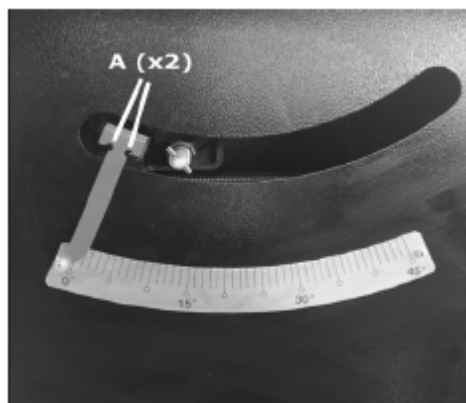

Рис. 34
3. Для регулировки стрелки ослабить винты с крестообразным шлицем (рис. 34, А), переставить стрелку и затянуть винты (для упрощения восприятия рисунка маховичок снят, при выполнении регулировки снимать его не требуется).